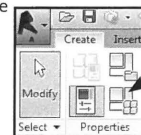

Fig. 08.80. *Family Types*.
- Vælg *Family Types* (Fig. 08.80).